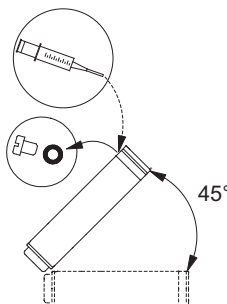

Fig. 4 Poziția motorului în timpul umplerii - MS 6000
- Dacă motorul este livrat din stoc, nivelul lichidului trebuie controlat înainte de a instala motorul. Vezi fig. 4.
- În cazul reviziei nivelul lichidului trebuie controlat. Vezi fig. 4.
1. Poziționați motorul submersibil după cum se arată în fig. 4. Bușonul de umplere trebuie să se afle la cel mai înalt punct al motorului.
3. Injectați lichid în motor cu seringă de umplere (fig. 4) până când lichidul deversează din orificiul de umplere.